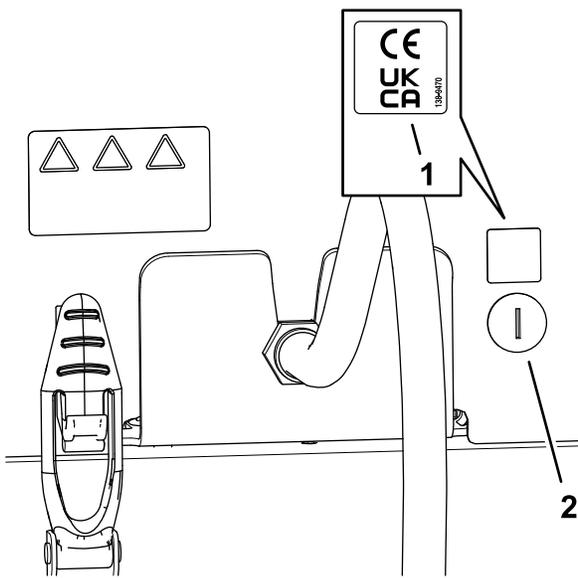

図 35
1. 消毒用アルコールときれいなウェスで、フードロックを取り付けた場所の隣の部分をきれいにぬぐって表面を乾燥させる 図 35。